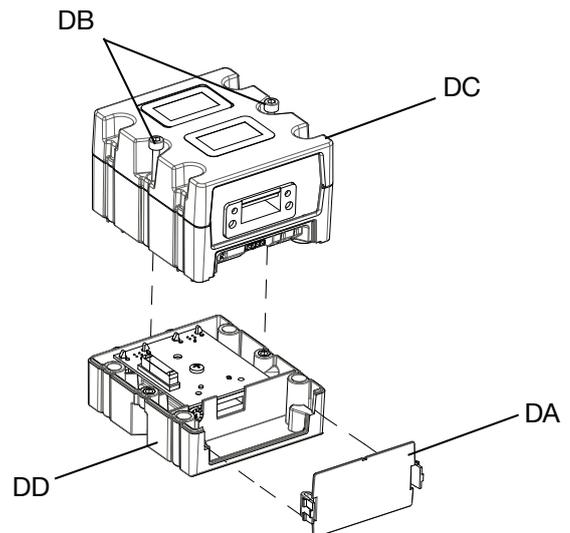

ABB. 66: Demontage des CGM
4. Die Abdeckung vom CGM (DA) abnehmen. Die beiden Schrauben M5-0,8 x 45 mm (DB) lösen und aufbewahren; dann das CGM (DC) vom Sockel (DD) abnehmen. Siehe ABB. 66..